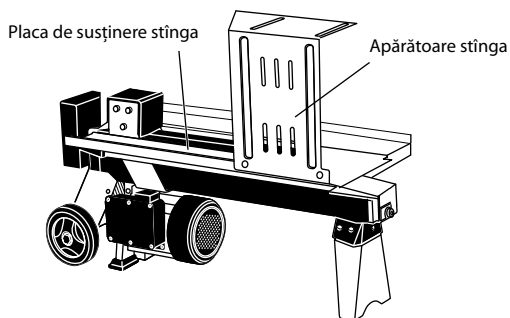
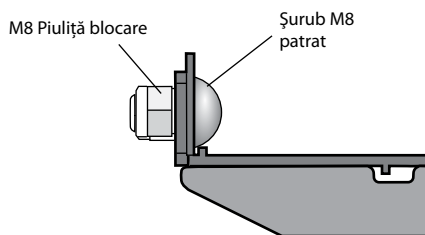

Fig. 1a
Fig. 1b
3. Introduceți apărătoarea stîngă în canelura plăcii de susținere stînga, asigurați-vă că orificiile apărătoarei stînga sunt aliniate cu orificiile plăcii de susținere stînga, utilizați 2 șuruburi patrate M8 și 2 piulițe de blocare. (Fig.1a, Fig.1b).